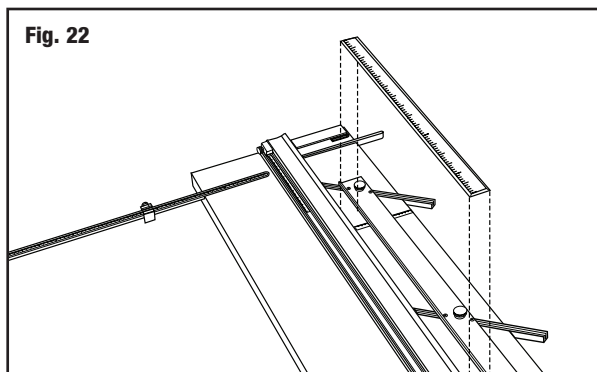

Fig. 22
2. À l'aide d'un tournevis à tête cruciforme, desserrez d'un tour les quatre vis de chaque côté des boulons noirs. (**Fig. 22**)